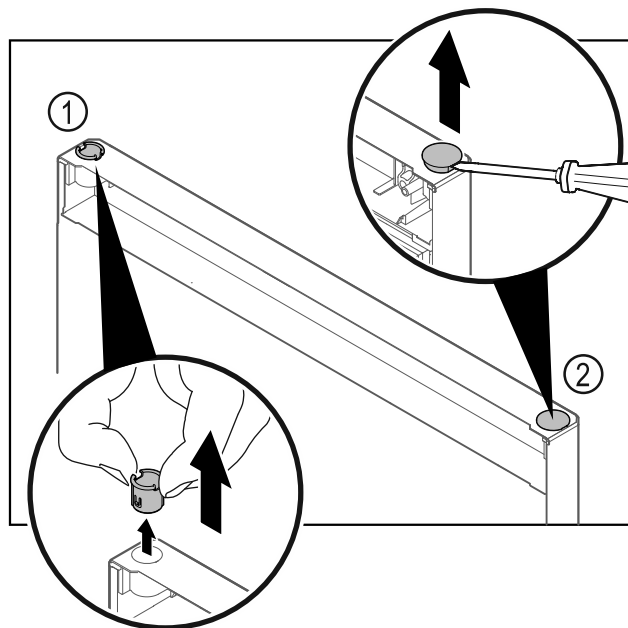

Fig. 22
- ▶ Húzza ki az ujjjaival a csuklópánt-perselyt Fig. 22 (1).
- ▶ A fedődugót Fig. 22 (2) egy lapos csavarhúzóval óvatosan emelje meg és húzza ki.